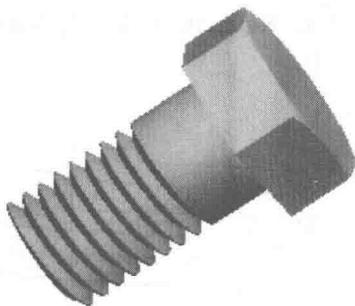

图 1-30
(6) 单击草绘命令工具栏中的 按钮，单击 DIRECTION 菜单中的 Okay 命令。单击鼠标中键，完成特征的建立，结果如图 1-30 所示。